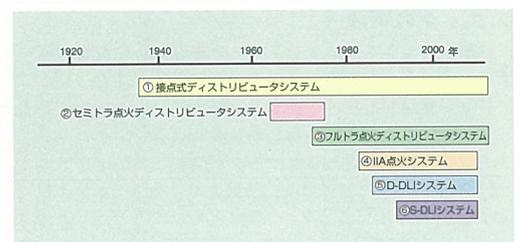

図28：点火システムの移り変わり
点火装置とは、エンジンのシリンダ内でガソリンと空気の混合気が燃焼するように点火するための装置である。図28の①接点式ディストリビュータシステムから④IIA点火システムまでは、1個の点火コイルで発生させた高電圧を、ディストリビュータが各気筒へそれぞれ分配するシステムである。
①は、点火コイルの電流を断続して高電圧を発生させるスイッチとして、機械式の接点を使用する。②セミトラ点火③フルトラ点火は、信頼性の高いスイッチとして、トランジスタを内蔵するイグナイタを用いて確実な点火を行い、排出ガスの浄化を実現したものである。（セミトラはトランジスタの制御に接点電流を使うが、フルトラには接点のような機械部分は一切ない）